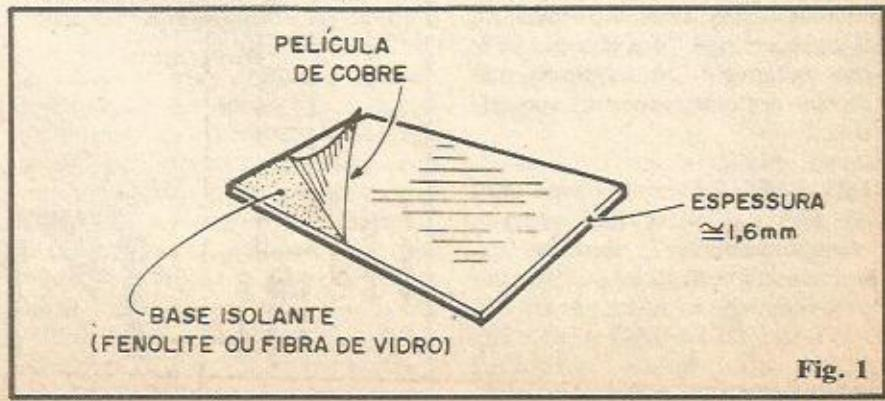

Fig. 1
- FIG. 1 - O material básico para a confecção de placas é o fenolite cobreado virgem, formado por uma base isolante (fenolite ou, às vezes, fibra de vidro), com espessura aproximada de 1,6 mm, recoberta por uma película condutora, de cobre, muito fina (cerca de 0,05 a 0,1 mm). Essa placa virgem pode ser facilmente adquirida em varejistas de Eletrônica, em vários tamanhos, dos quais "recortaremos" a parte necessária para a confecção de cada placa específica. Eventualmente, alguns fornecedores, atendem a pedidos ou encomendas, vendendo a placa já nas dimensões finais necessárias, porém, para a confecção de uma única plaquinha, dificilmen-